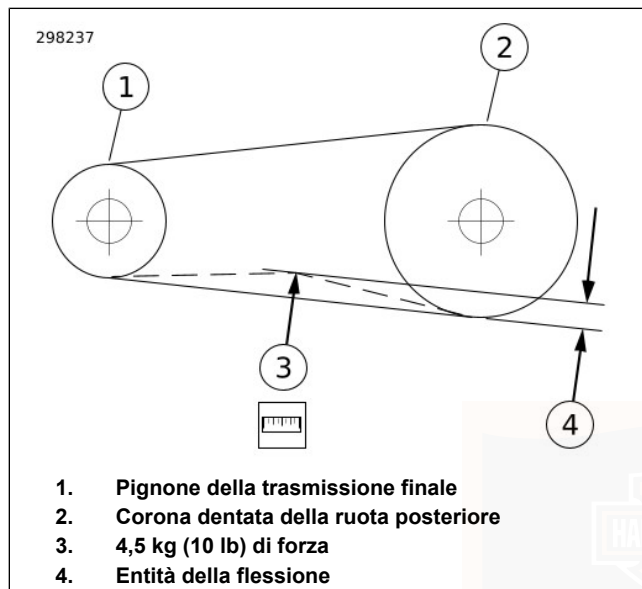

Figura 47. Controllo della flessione della cinghia
- b. **Tutti gli altri modelli:** Vedere Figura 47. Misurare la flessione della cinghia (4) tenendo fermo il misuratore.